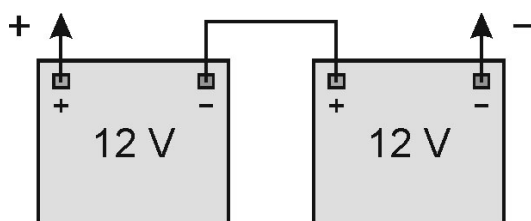

Рисунок 23
12.2.6 Подключите новые аккумуляторные батареи в соответствии со схемой приведенной на рис. 23.